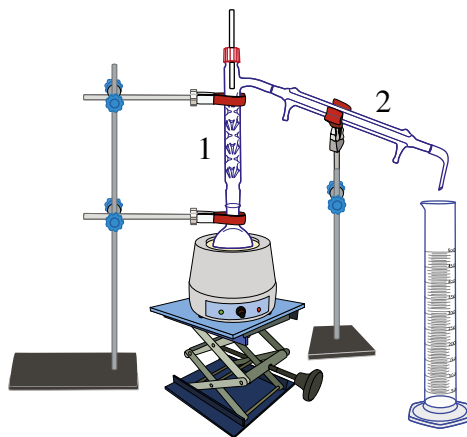

figure 1
- 3 Indiquer auquel des deux protocoles correspond le schéma de la figure 1.
- 4 Donner les noms des éléments de verrerie numérotés ① et ② sur le montage de la figure 1.
② réfrigérant droit à eau à double enveloppe
① colonne de distillation (modèle de vigreux)